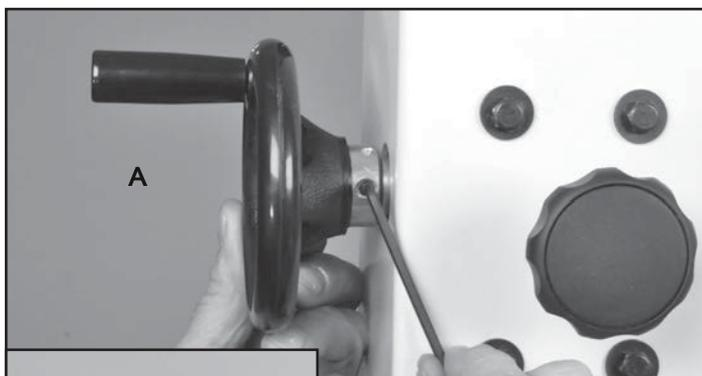

FIGURE 7
1. Fixer le volant (# 31D) sur le côté supérieur droit du cadre de scie avec la clé hexagonale de 5mm. Cette roue fait monter et descendre le protège-lame. Fig. 7, A.
3. Fixez le volant (# 26E) sur le côté inférieur droit du cadre avec la clé hexagonale de 5mm. Cette roue permet de régler la tension de la courroie d'entraînement du moteur. Fig. 7, A.
4. Installez le volant de tension de la lame (# 1C) au sommet du cadre de scie. Aucun outil sont nécessaires, comme l'arbre métallique du volant a deux broches simples qui engagent la tension de la lame Rod (# 2C). Fig. 7, B.